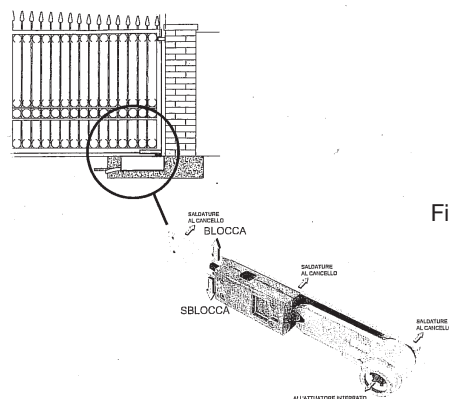

Fig. 6
3. Spostare la leva (Fig. 6).
3. Den Hebel verstellen (Abb. 6).
3. Move the lever (Fig. 6).
3. Desplazar la palanca (Fig. 6).
3. Déplacer le levier (Fig. 6).
3. Remover a alavanca (Fig. 6).
- In caso di mancata alimentazione di rete, la batteria tampone garantisce per un periodo limitato il funzionamento dell'automazione. In caso di batteria scarica o mancante, sbloccare manualmente l'attuatore (togliere il tappo in plastica, inserire la leva e ruotandola di 90°, vedi Fig. 6, sbloccare l'anta e con una lieve pressione si apre). Una volta ristabilita l'alimentazione la scheda elettronica provvederà a ricaricare la batteria tampone.
- In case of mains failure, the back-up battery ensures the automatic gate system operation for a limited period of time. When there is no battery or the same is flat, release the actuator manually (remove the plastic cap, insert the lever and turn it 90° (see fig. 6), release the door and open it with a light pressing). Once the supply voltage has been reestablished, the electronic circuit board will provide to charge the back-up battery.
Lorsqu'il n'y a pas de batterie ou elle est déchargée, débloquer manuellement le moteur (enlever le bouchon en plastique, insérer le levier et le tourner de 90°, voir Fig. 6, déverrouiller la porte et l'ouvrir avec une légère pression).